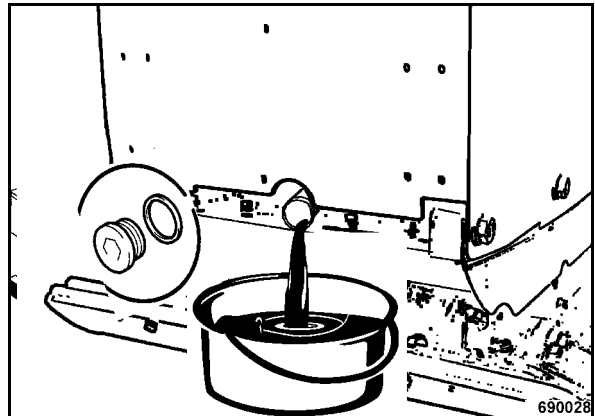

рис. 50
- Выкрутить сливную резьбовую пробку (рис. 50) и уловить вытекающее отработанное масло.